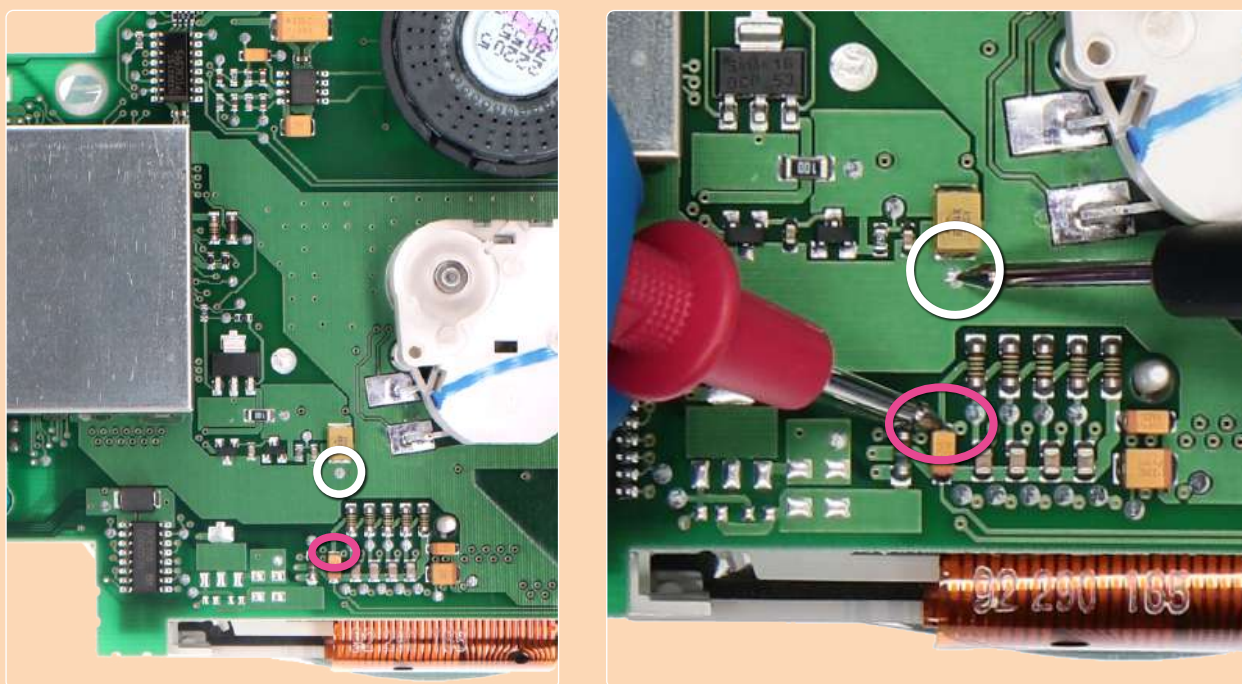
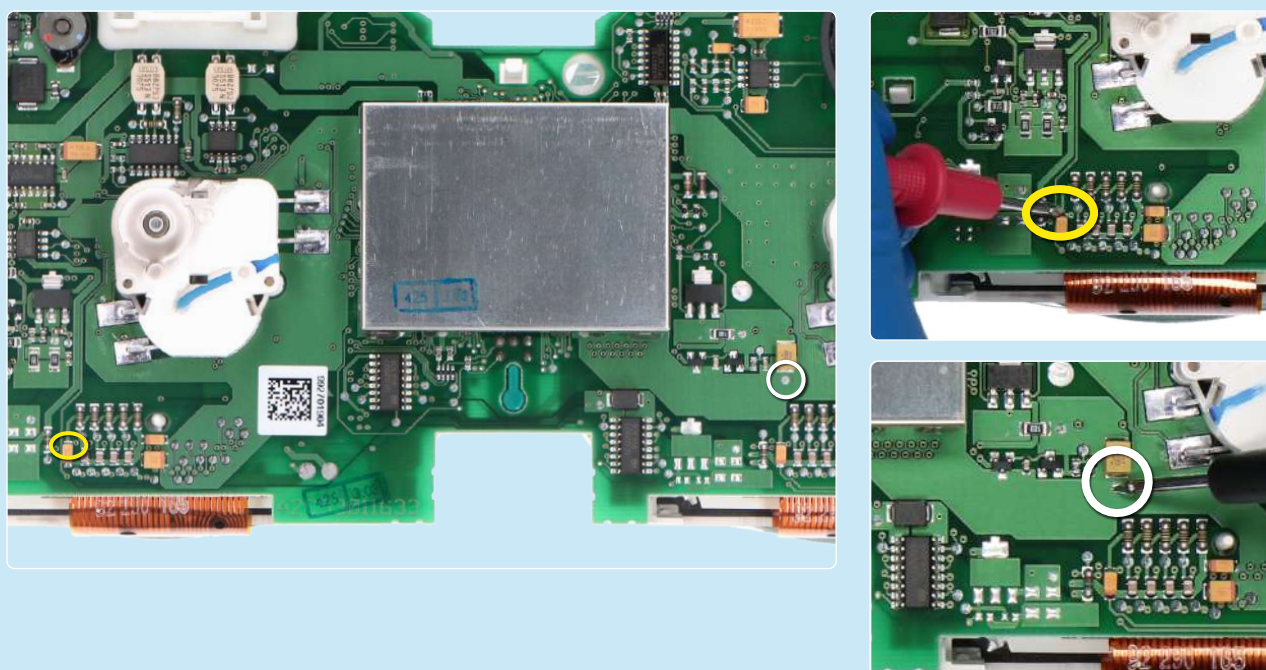

Figura 3
Figura 4
- Controllare la tensione tra i punti indicati in figura 3 per il display SINISTRO e tra quelli indicati in figura 4 per il display DESTRO.
- Inserire il valore della tensione rilevata tra i 2 punti del display sinistro indicati in figura 3 (il valore decimale deve essere separato dal punto, ad esempio 7.61)
- Inserire il valore della tensione rilevata tra i 2 punti del display destro indicati in figura 4 (il valore decimale deve essere separato dal punto, ad esempio 7.02)
Una volta concluse queste operazioni, ricontrollare la tensione presente tra i punti indicati in figura 3 e 4 e verificare se si è effettivamente ottenuta una **tensione compresa tra 7,25V e 7,35V**, altrimenti, decrementare o incrementare ancora le locazioni fino ad avvicinarsi il più possibile al valore 7,30V.